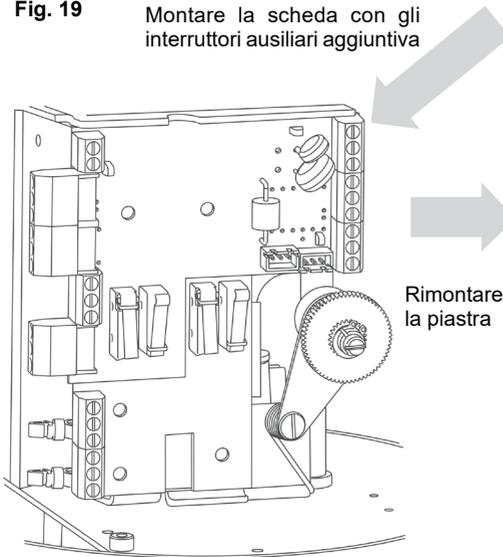

Fig. 21
- Rimontare la piastra (Fig. 21 e 22).